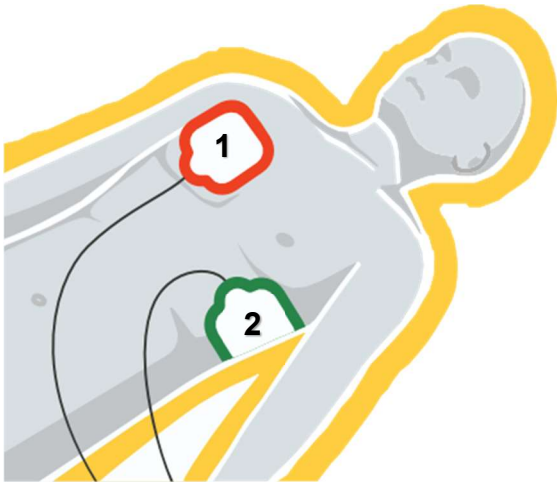
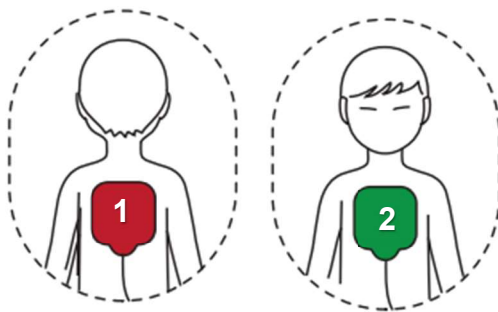

Fig 11 Position des électrodes sur un adulte
Fig 12 Position des électrodes sur un enfant
- ▶ Retirez le film protecteur d'une des électrodes et placez immédiatement l'électrode sur la position précédemment définie. (voir la figure 11 pour les adultes et la figure 12 pour les enfants)